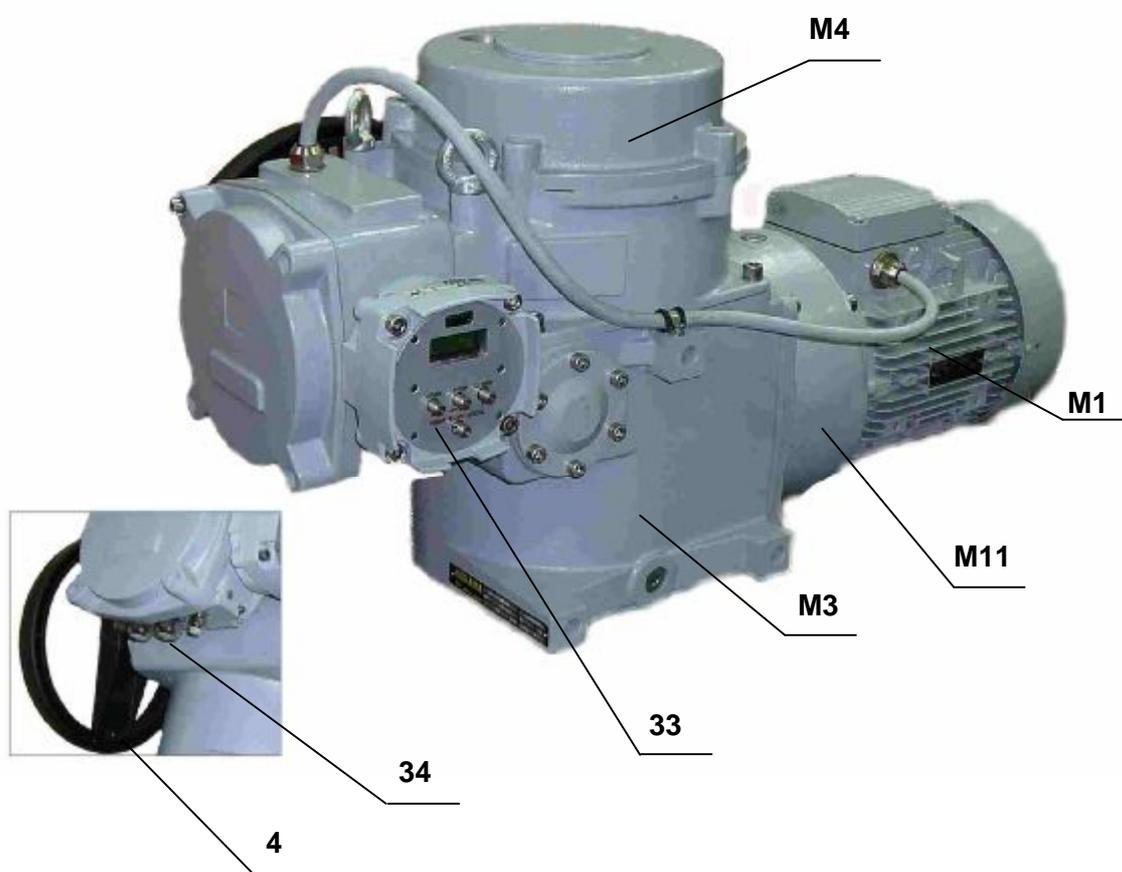
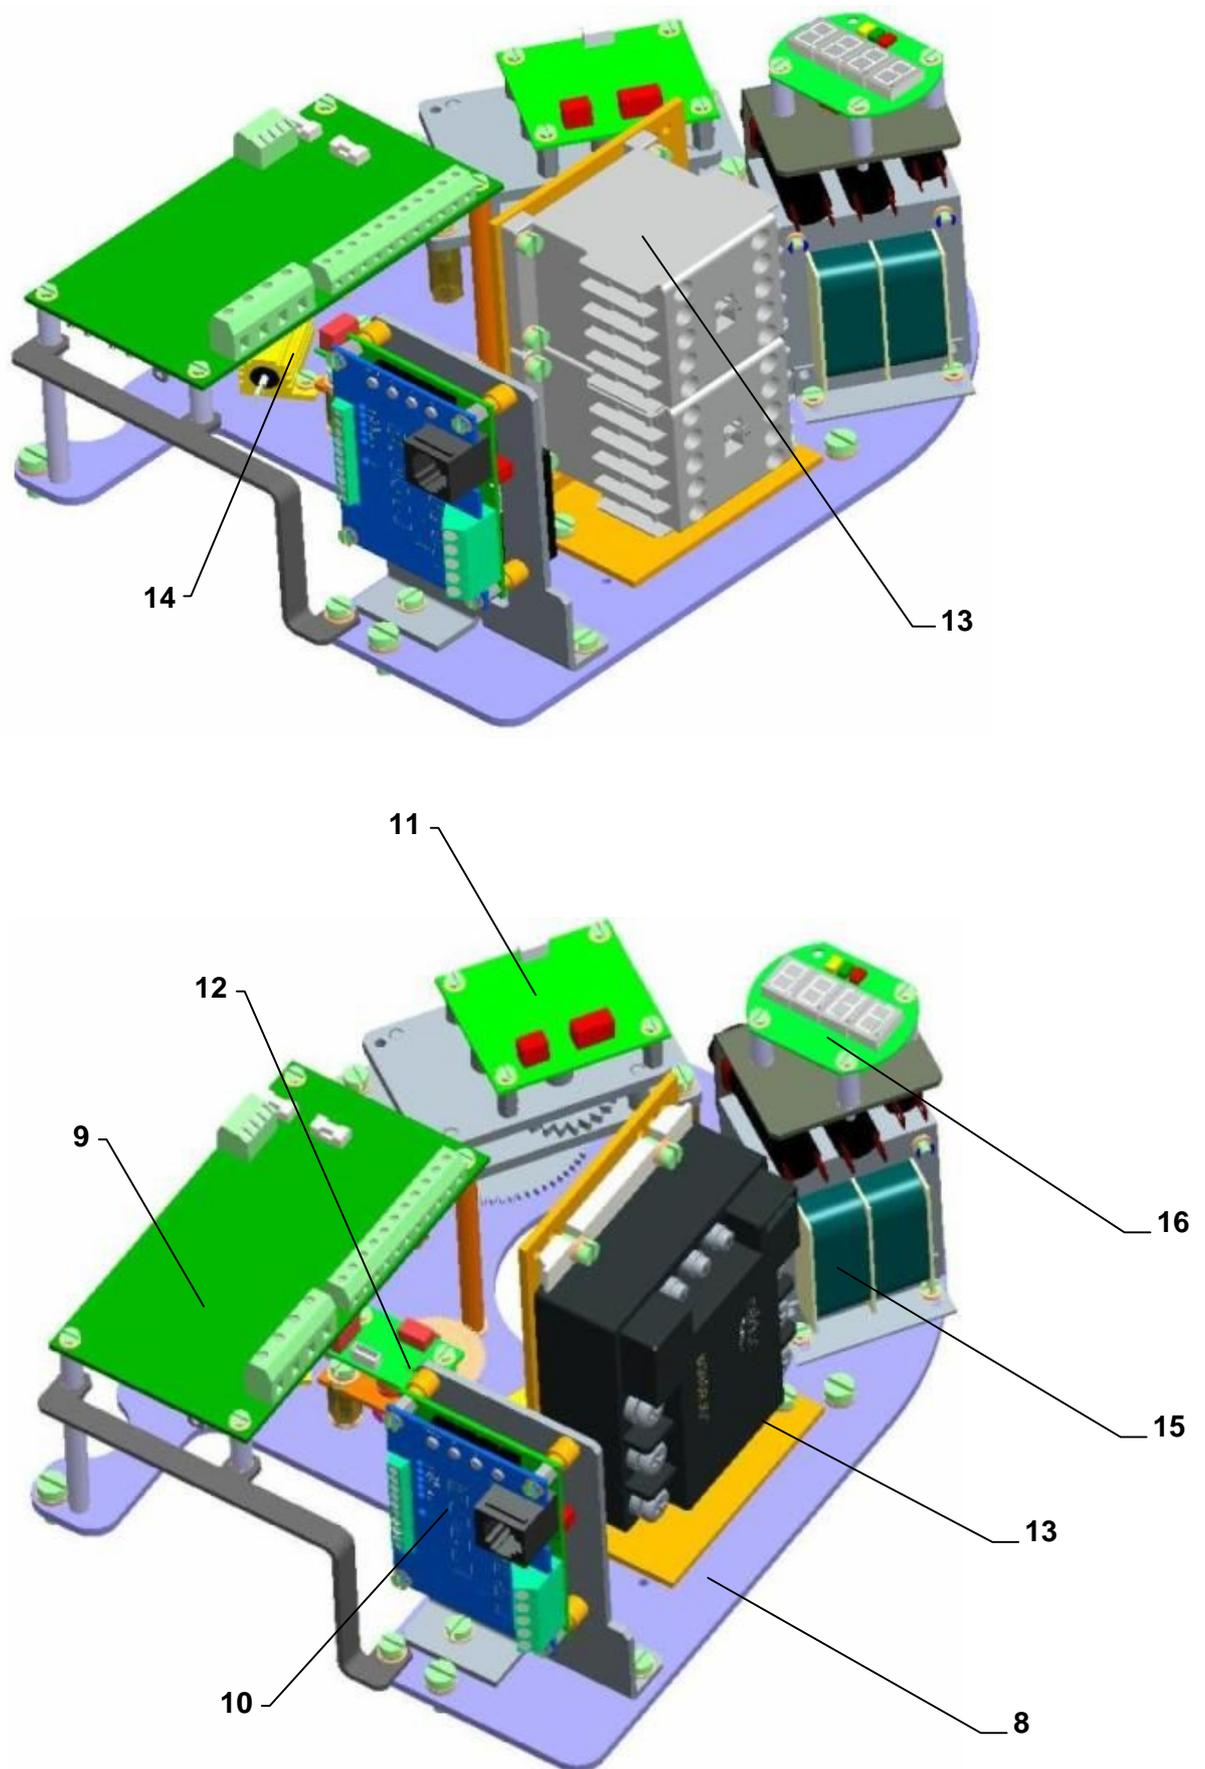

Рис.1 – MOR X.XPA
Рис.3 - MOR 3PA, MOR 3.4 PA, MOR 3.5PA, MOR 4PA
ЭП MOR X.XPA имеют компактную конструкцию с некоторыми присоединенными модулями. ЭП состоят из двух своими функциями отличающимися главных частей (**рис.1**):
Модуль М4 – шкаф управления (рис. 1)
Нижняя часть шкафа управления включает шкаф силовой передачи и создает несущую часть передачи управляющей плиты (Рис.3 и Рис.3а).
Рис.3а - MOR 5PA
Основные части ЭП (Рис. 1, 2, 3, 3а):
Приводная часть ЭП – **электродвигатель (М1) (Рис.1)**, питаемый из **доски источника (9)**(рис.3,3а) и управляемый из **блока управления (10)**(рис.3,3а) электроники DMS3.
На доске управления (8) (рис.3,3а) установлено отопительный элемент (14) (рис.3,3а).
Блок управления (10) (рис.3,3а) – главная часть системы DMS3 – содержит микропроцессор, 6 сигнальных LED ламп и 4 кнопки для простой настройки и контроля ЭП, коннекторы для подключения датчика и доски источника и коммуникационный коннектор (подключение PC компьютера для настройки и диагностики), по исполнению 2 свободно программируемые реле R1 и R2, 1 реле READY и клеммы для электрического питания.
Блок съёмки положения (11) (рис.3,3а) – обеспечивает бесконтактный магнетический съём положения выходного органа.
Блок съёмки момента (12) (рис.3,3а) – обеспечивает бесконтактный съём момента.
LED дисплей (16) (рис.3,3а) – предназначен для изображения моментального положения выходного органа ЭП, для отчета и изображения эвентуальных погрешностей, которые могут явится во время работы ЭП. Сигнализация хода ЭП и ошибок индикуется и при помощи LED диод. LED дисплей применяется только в исполнениях ЭП без местного управления.
Управление вручную – создает его маховик с червячным приводом (рис. 1 поз. 4)..
- **Модуль местного электрического управления** с двухстрочным LCD дисплеем (рис. 1 поз. 33, или поз.7).